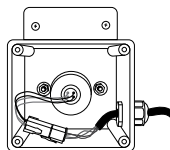

FIGURE 2
2. Une fois que l'ampoule UV a refroidi, retirez le couvercle de l'enceinte du Système ClearRay (9) et le joint (8) en retirant les quatre vis (10). L'ampoule UV et les connexions sont ainsi exposées (Figure 2).